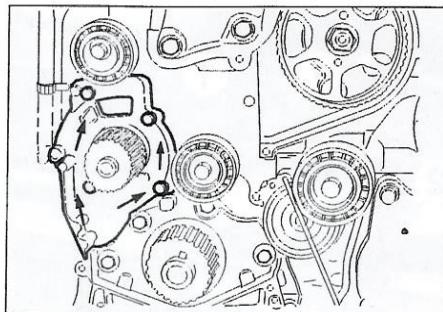

FIGURA 1-12
- Desmontar los 4 tornillos de fijación de la bomba de agua y separarla (figura 1-12).